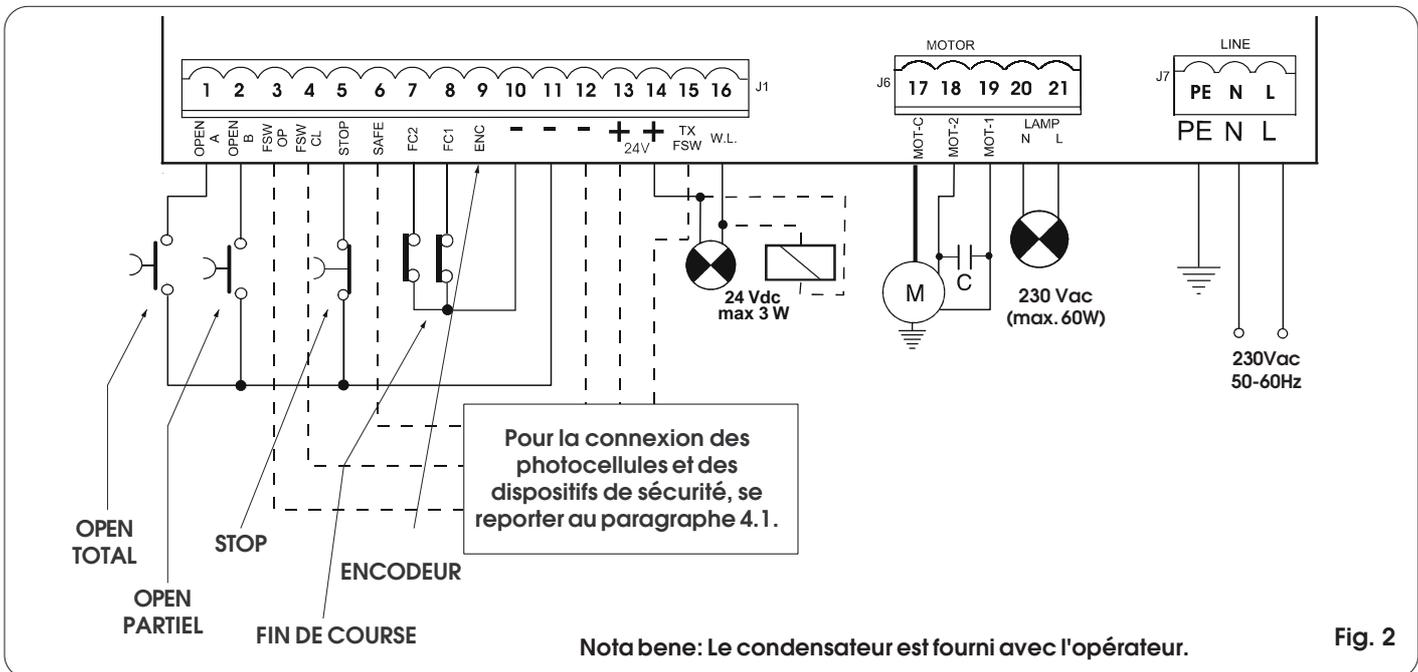

Fig. 2
- Connecter la terre à la borne spécifique prévue sur le connecteur J7 de l'armoire (voir fig.2).
4.2. Bornier J7 - Alimentation (fig. 2)
4.3. Bornier J6 - Moteurs et feu clignotant (fig. 2)
4.4. Bornier J1 - Accessoires (fig. 2)
FC1 / FC2 - Contacts de fin de course d'ouverture et fermeture (bornes 7 et 8): La fonction des fins de course d'ouverture et de fermeture est de déterminer le point de référence pour l'arrêt ou le début du ralentissement (pré et post fin de course), ou pour le freinage de l'opérateur (voir programmation avancée Chap. 5.2.). Le dispositif de fin de course doit disposer d'un contact N.F. à connecter entre l'entrée (FC1 ou FC2) et la borne - de l'armoire (voir Fig. 2).